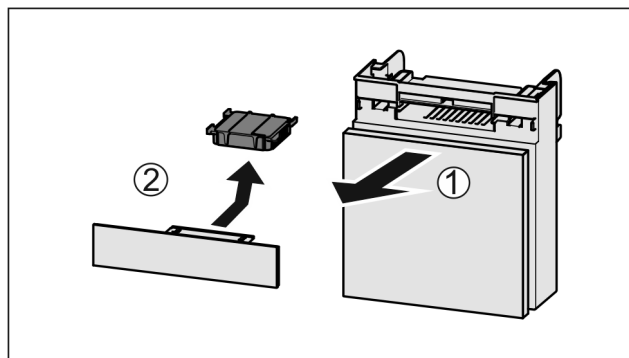

Fig. 127
- Pretinac izvucite Fig. 127 (1) prema naprijed.
- Izvadite filtarski s aktivnim ugljenom Fig. 127 (2).